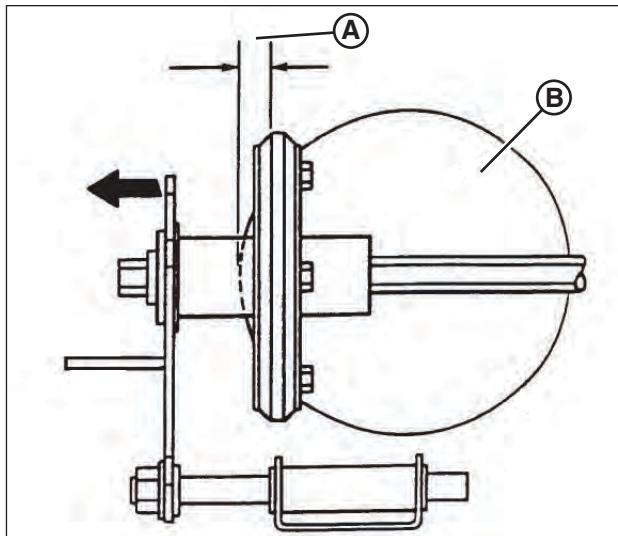

Figura 28: Ajuste adecuado del disco impulsado
- Deslice el conjunto del disco impulsado 3,2 mm (**A**, **Figura 28**) desde el borde exterior del disco de transmisión (**B**).